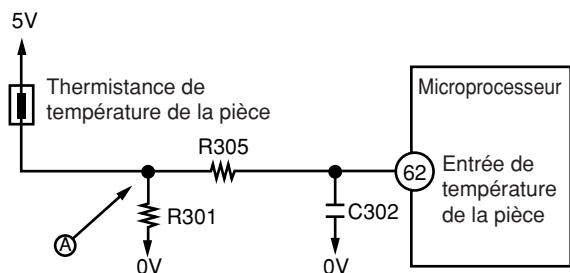

Fig. 5-1
- La Fig. 5-1 représente le circuit thermistance de température de la pièce.